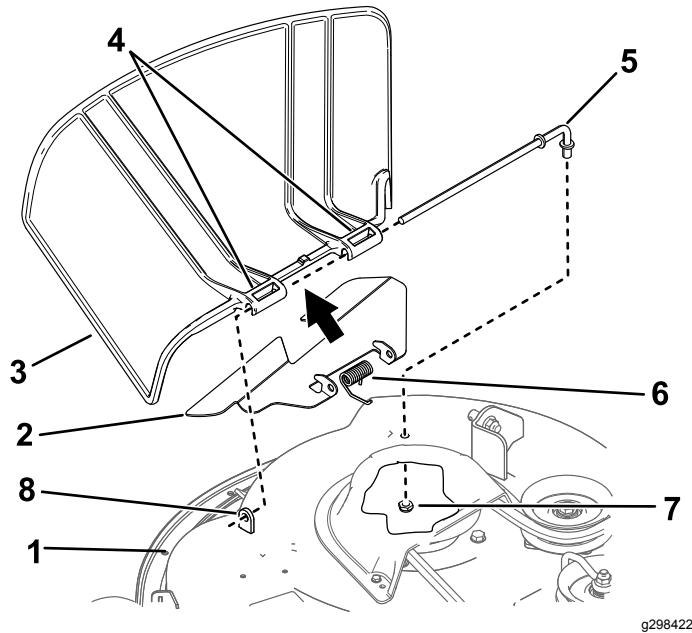

Figura 71
1. Togliete il dado ($\frac{3}{8}$ ") dall'asta sottostante il tosaerba (Figura 71).
2. Estraete l'asta dal distanziatore corto, dalla molla, dal deflettore e dal deflettore dell'erba (Figura 71).
4. Montate il nuovo deflettore dell'erba e il deflettore (Figura 71).
7. Fate scorrere l'asta attraverso la seconda staffa del deflettore e del deflettore dell'erba (Figura 71).
9. Fissate l'estremità posteriore dell'asta nel tosaerba con un dado ($\frac{3}{8}$ '), come mostrato in (Figura 71).